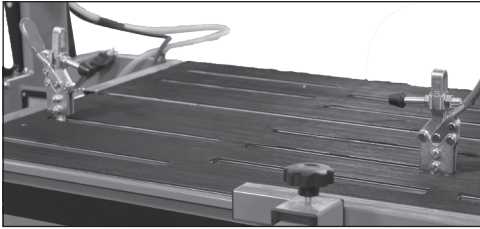

Fig. 12 – Ejemplo de posición de uso de las grapas para fijación
2. Es posible utilizar las grapas en varias posiciones (Fig. 12).